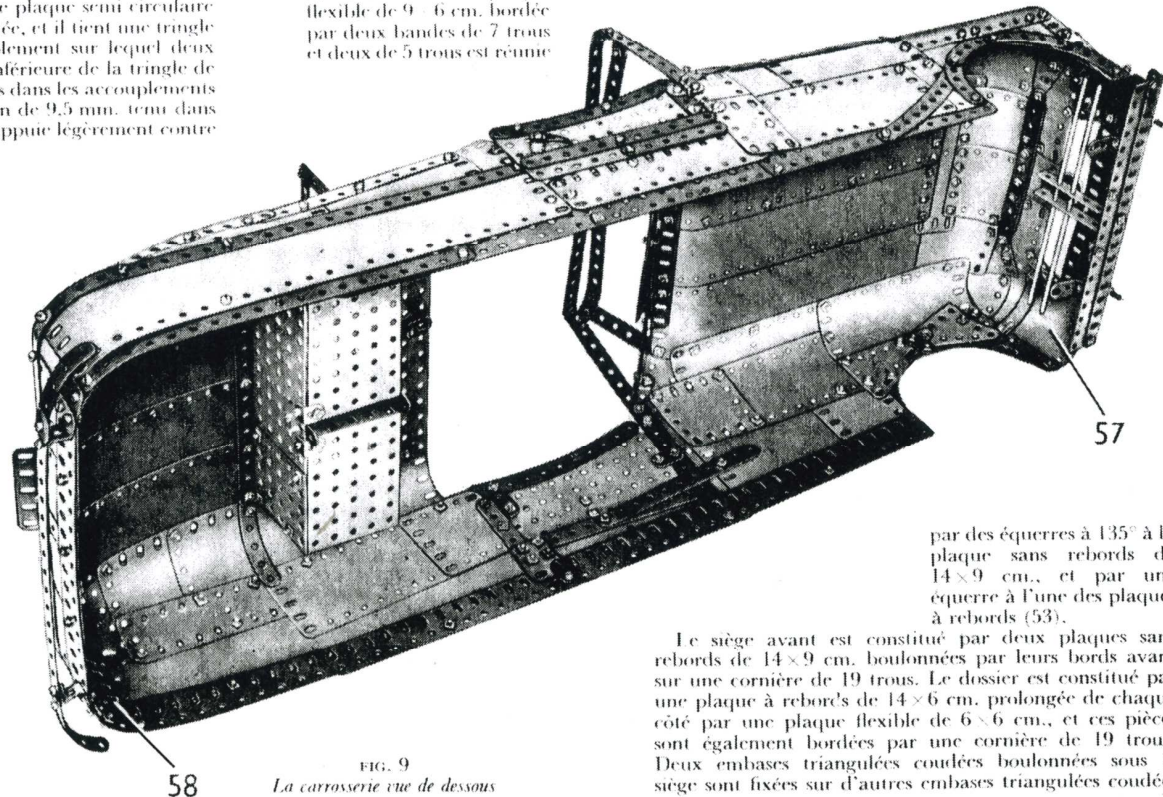

FIG. 9
cornière de 19 trous qui forme le pare-choix avant. Des plaques (57) sont prolongées vers le haut par des plaques flexibles de 14×4 cm, qui sont réunies à leurs extrémités inférieures à une plaque flexible de 6×4 cm. Les bords intérieurs des plaques (57) et les plaques flexibles de 14×4 cm, sont renforcées par deux bandes incurvées de 6 cm, et par une bande incurvée de 14 cm. Deux tringles de 20 cm, sont tenues par des clavettes dans les cornières de 5 trous boulonnées verticalement sur le devant (voir figure 9).